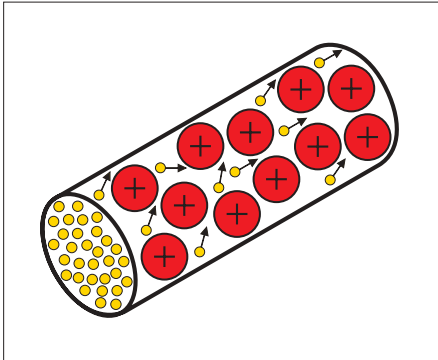

Bild 1: Elektronenüberschuss und Elektronenmangel
Spannung: Eine elektrische Spannung entsteht aus dem Bestreben der Elektronen, die Potentialdifferenz zwischen einer elektrischen Ladung mit Elektronenüberschuss (Minuspotenzial) und mit Elektronenmangel (Pluspotenzial) auszugleichen (Bild 1). Elektrische Spannung hat das Formelzeichen U und die Maßeinheit Volt (V).